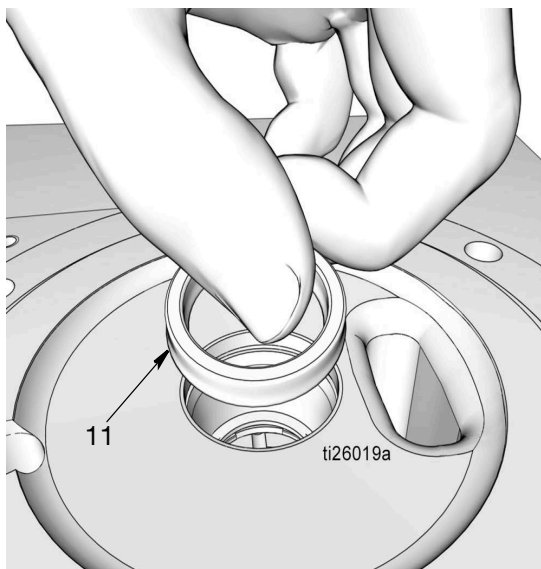

FIG. 33
- d. Placer le joint (11). S'assurer que les lèvres du joint sont orientées vers le bas comme indiqué à la FIG. 33.